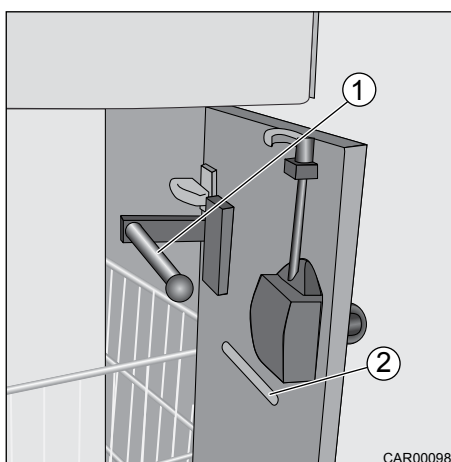

Fig. 140 Support papier WC dans la porte du placard
Le support papier WC (Fig. 140, pos. 1) est installé sur la face intérieure de la porte du placard sous le lavabo. Le support papier WC peut être guidé par l'évidement (Fig. 140, pos. 2) dans la porte du placard.